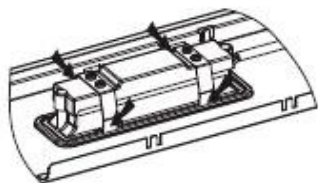
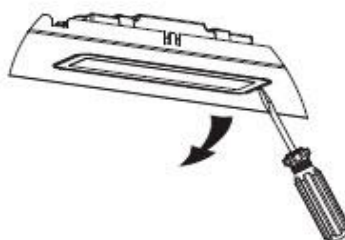
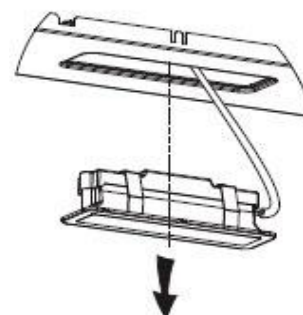

Рис. 3
Рис. 4
Рис. 5
- Способ 1. Используйте инструмент или руку, чтобы прижать пружинный штифт с обеих сторон светодиодной лампы к внутренней стороне, пока лампочка не будет выдавлена наружу. См. рис. 3 ниже. Затем слегка вытяните соединительный провод лампы. См. рис. 4 ниже.
- Способ 2. С помощью прямой отвертки приподнимите нижний край светодиодной лампы. См. рис. 5 ниже. Затем слегка вытяните соединительный провод лампы. См. рис. 4 ниже.